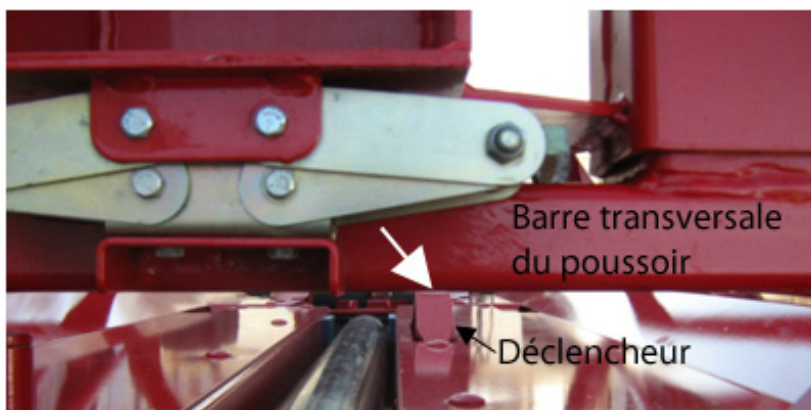
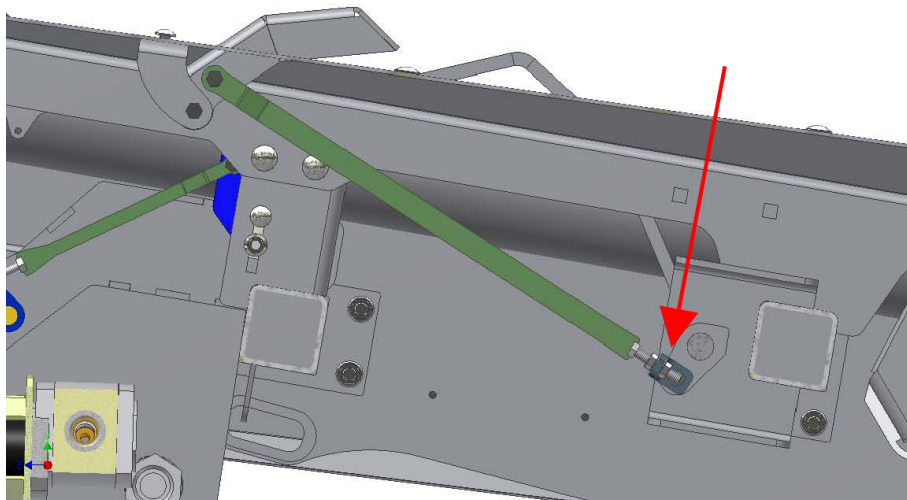

Figure 45 – Ajustement du déclencheur du poussoir (exemple avec le déclencheur automatique de balles rondes)
Figure 47 – Ajustement du déclencheur du poussoir pour balles carrées (boulons)
5. Installez-vous de façon à voir à la fois le déclencheur et la barre transversale du poussoir (Figure 45).
6. Tirez sur le bouton d'arrêt hydraulique. Laissez le poussoir compléter un cycle de poussée vers l'avant. Lors de son **retour**, poussez sur le bouton d'arrêt hydraulique quand la barre transversale du poussoir arrive au-dessus du déclencheur (pour les balles rondes ou pour les balles carrées selon le cas) (Figure 45).
Pour ajuster l'espace entre la barre transversale et le déclencheur automatique pour les balles rondes (Figure 45), procédez comme suit :
1. Dévissez ou vissez les deux boulons (Figure 46), selon que vous devez monter ou descendre le déclencheur automatique (Figure 45).
2. Assurez-vous que le déclencheur automatique est à 2,5 cm (1 po) en-dessous de la barre transversale du poussoir (Figure 45).
Pour ajuster l'espace entre la barre transversale et le déclencheur automatique pour les balles carrées (Figure 45), procédez comme suit :
1. Dévissez ou vissez les deux boulons (Figure 47), selon que vous devez monter ou descendre le déclencheur automatique (Figure 45).
1. Assurez-vous que le déclencheur automatique est à 1,2 cm (,5 po) en-dessous de la barre transversale du poussoir (Figure 45).